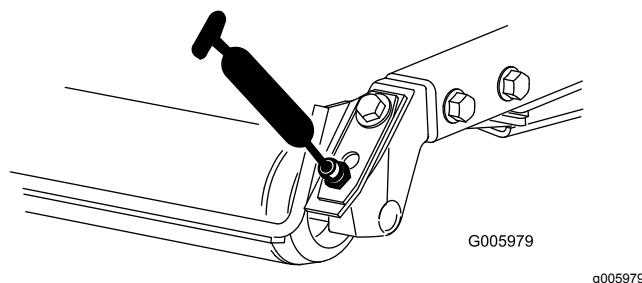

Figure 28
- Roulements de rouleau arrière (2 par plateau de coupe) (Figure 28)